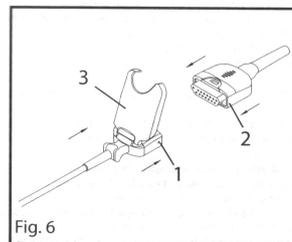

Fig. 6
1. Siehe Abb. 6. Richten Sie den Sensorstecker (1) am Patientenkabelanschluss (2) aus.
2. Schieben Sie den Sensorstecker (1) vollständig in den Patientenkabelanschluss (2). Schließen Sie die Schutzabdeckung des Sensorsteckers (3) über dem Patientenkabelanschluss und setzen Sie sie fest.